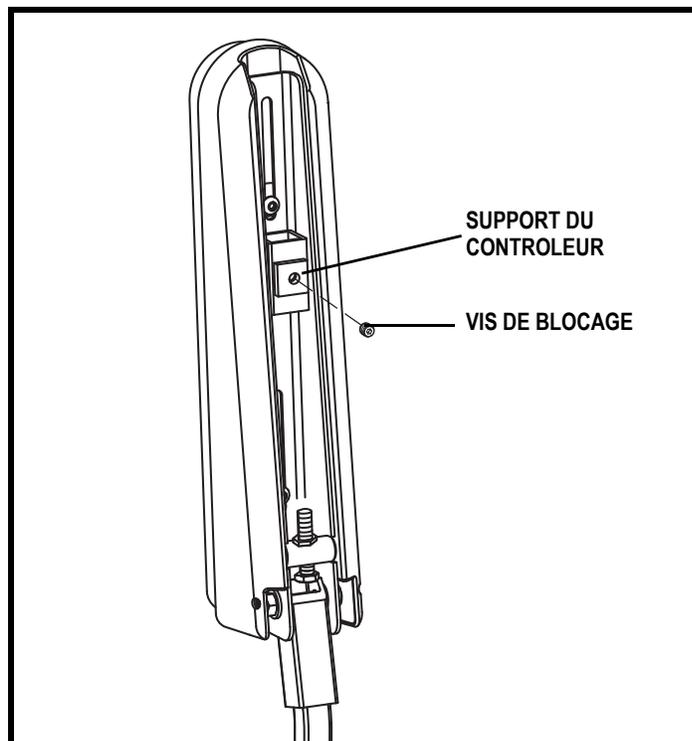

Figure 17. Dessous de l'accoudeur
2. Desserrez la vis de blocage sous l'accoudeur. **Voir la figure 17.**
4. Relevez l'accoudeur à la verticale et desserrez la vis de blocage. **Voir la figure 17.**